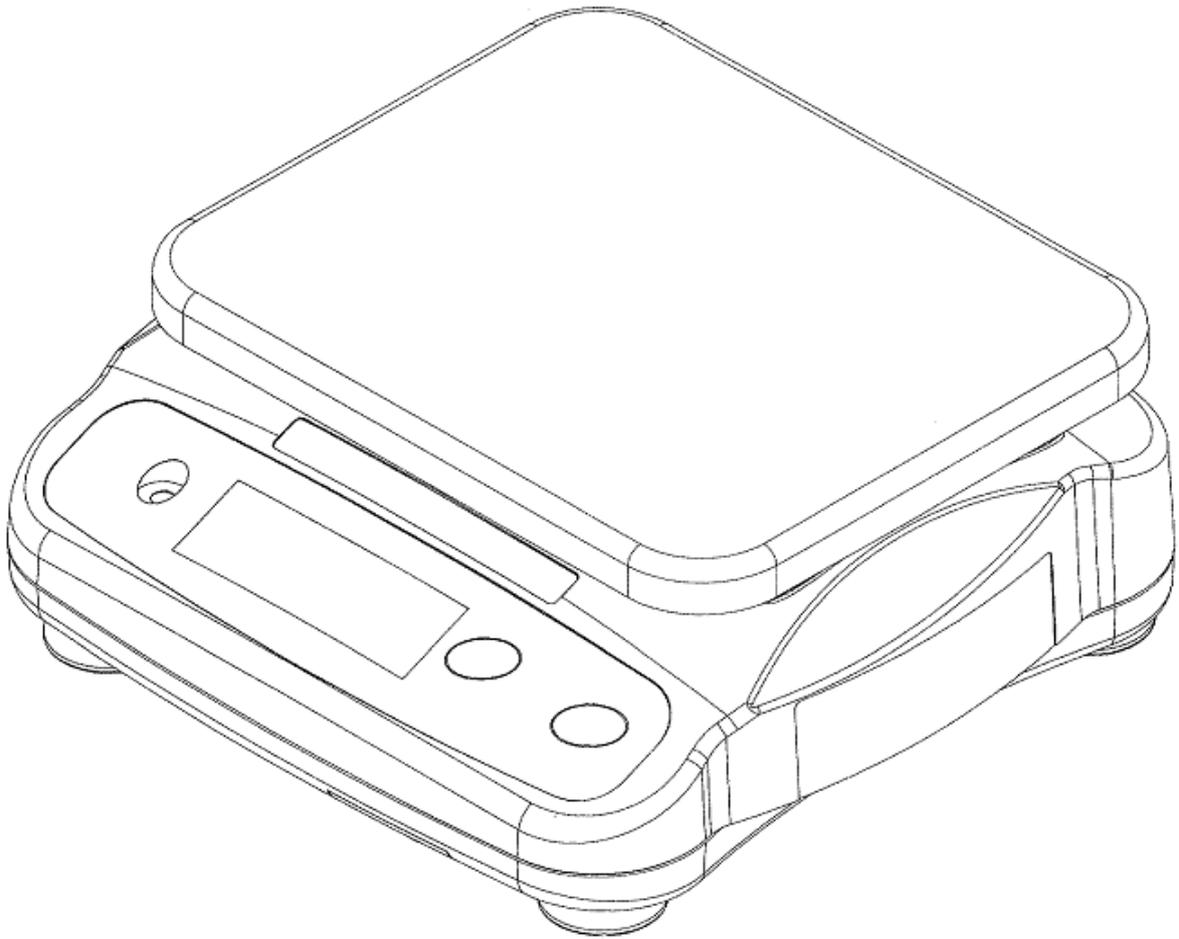

Abb. 1 SJ-HS NAWI
Die A&D-Geräte der Serie SJ-HS sind netz- oder batteriebetriebene, nichtselbsttätige Waagen der Genauigkeitsklasse III oder IIII, ausgestattet mit einer kombinierten Einrichtung für halbautomatische Nullstellung und subtraktive Tarasummierung sowie einer halbautomatischen Kalibrier- und Schwerkraftkompensationseinrichtung (siehe Abb. 1).
- Abb. 1 SJ-HS NAWI